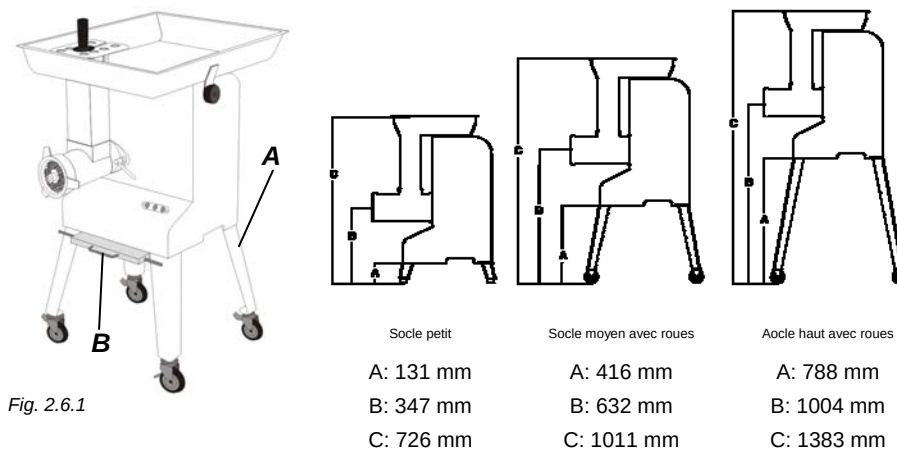

Fig. 2.6.1
2.6.1 Optional: socle avec roues (A fig. 2.6.1)
2.6.2 Optional: bac en polyéthylène (B fig. 2.6.1)